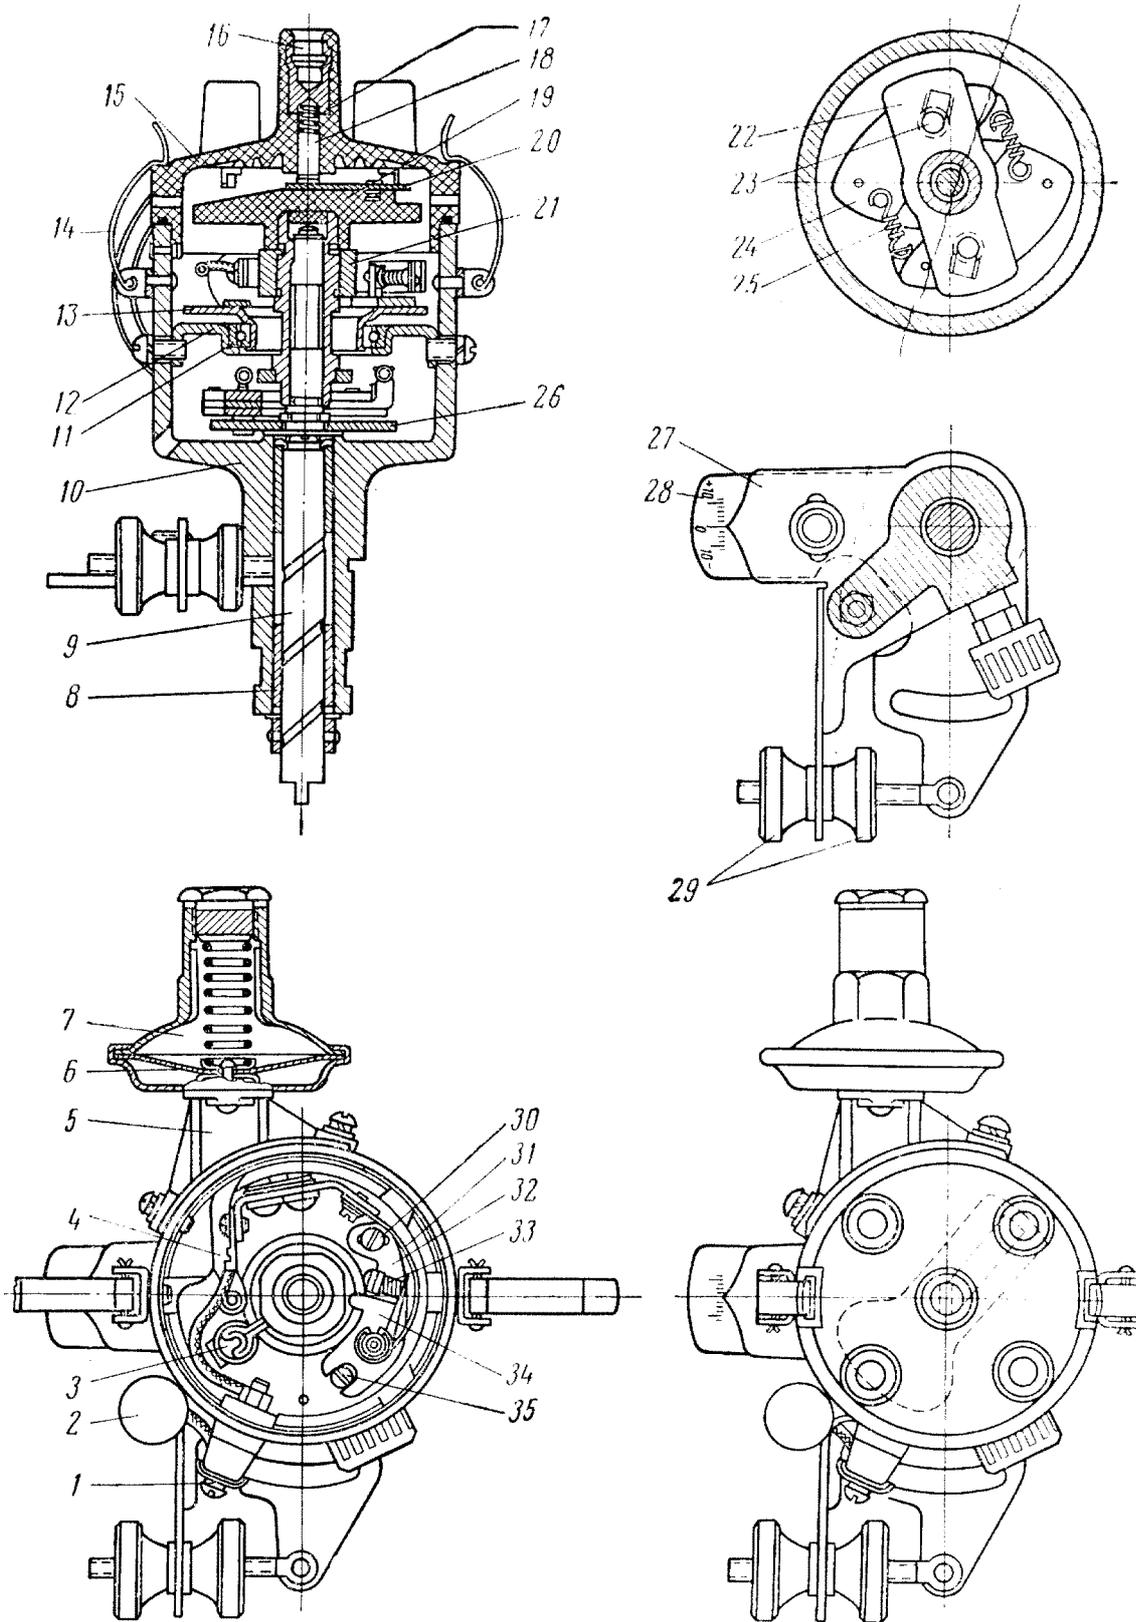

Рис. 194. Прерыватель-распределитель:
**Прерыватель-распределитель** (рис. 194) служит для прерывания тока цепи низкого напряжения катушки зажигания, распределения импульсов тока высокого напряжения по свечам зажигания и для автоматического регулирования момента зажигания в зависимости от оборотов и нагрузки двигателя.
Регулировка центробежного регулятора производится изменением натяжения пружин 25 грузиков 24 (см. рис. 194) за счет подгибания стоек, на которых они закреплены.